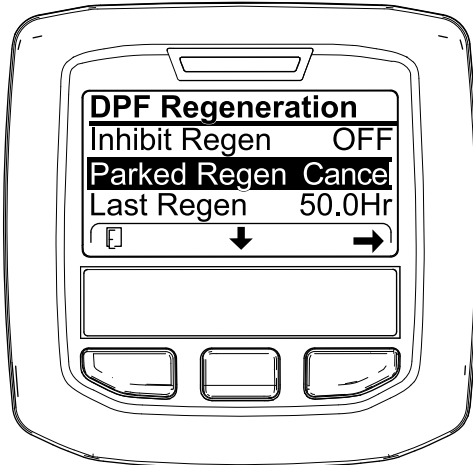
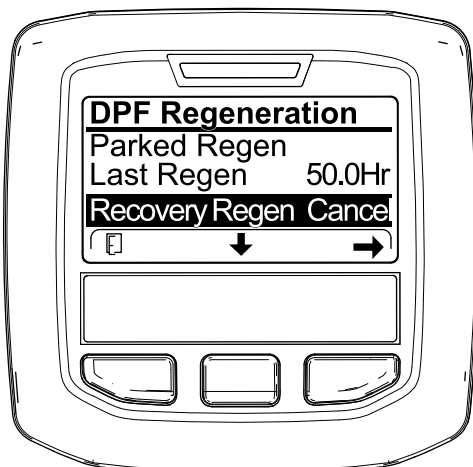

Figura 71
Figura 72
1. Accedete al menu DPF Regeneration (Figura 71).
2. Premete il pulsante centrale per scorrere il menu verso il basso fino all'opzione PARKED REGEN CANCEL (Figura 71) o all'opzione RECOVERY REGEN CANCEL (Figura 72).
3. Premete il pulsante destro per selezionare la voce Cancel relativa alla rigenerazione (Figura 71 o Figura 72).